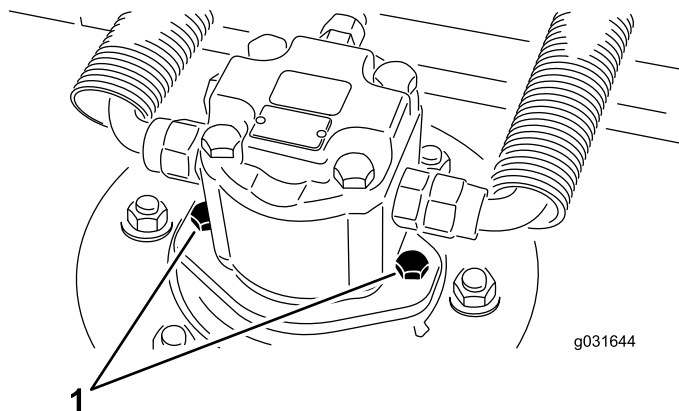

图 69
2. 卸下液压马达安装螺丝从滚刀组上断开并拆除液压马达 图 69。
- 使用液压马达安装螺丝将液压马达安装到滚刀组上图 69。